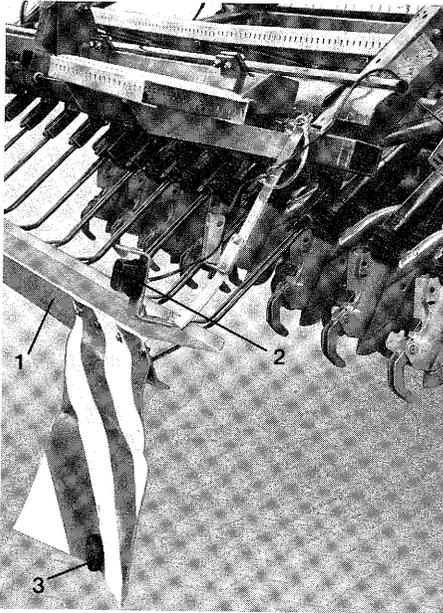

Fig. 67
- Les extrémités des FlexiDoigts de recouvrement pointées vers l'arrière doivent être recouvertes au transport par une cornière de protection (fig. 67/1) (accessoire spécial, code de commande : 32920). Cette cornière comporte également des porte-lanternes destinés à recevoir l'éclairage (fig. 67/2) avec des cataphotes à position basse (fig. 67/3) distants de 900 mm du sol au maximum.
- La distance du rebord supérieur des feux arrière (fig. 67/2) au sol ne doit pas excéder 1550 mm.